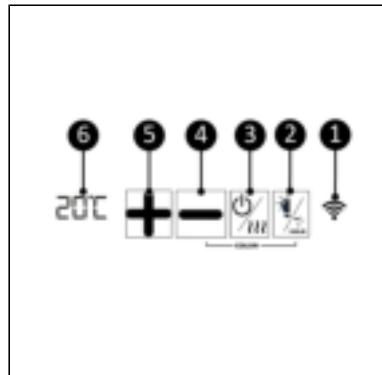

Figure 43.
2. Appuyez sur le commutateur de chauffage ON/OFF (Figure 43, pos. 3) pour activer le chauffage.
3. L'écran (Figure 43, pos. 6) s'allume et affiche la température ambiante.
4. Appuyez sur la touche Plus ou Moins (Figure 43, pos. 4 et 5) pour régler la température souhaitée, de 0 °C à 37 °C. L'appareil commence à chauffer lorsque la température réglée est supérieure à la température ambiante.
1. Appuyez brièvement sur la touche Lumière (Figure 43, pos. 2) pour activer l'éclairage LED.
2. Appuyez sur la touche Lumière et maintenez-la enfoncée (Figure 43, pos. 2) pour changer le niveau de l'éclairage LED.
- Appuyez sur la touche Lumière et maintenez-la enfoncée (Figure 43, pos. 2)
1. Assurez-vous que la fonction chauffage et la fonction lumière sont éteintes (Figure 43, pos. 2 and 3).